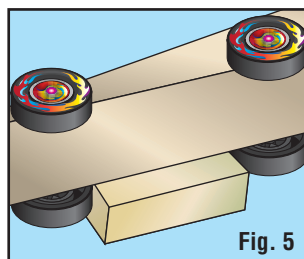

Fig. 5
**TIP!** To keep pressure off wheels while applying Axle Decals, set car on its side with a wood block placed between the wheels (Fig. 5).
**CONSEIL!** Pour maintenir la pression sur les roues tout en appliquant autocollants essieu, jeu voiture sur le côté avec un bloc de bois placé entre les roues (Fig. 5).